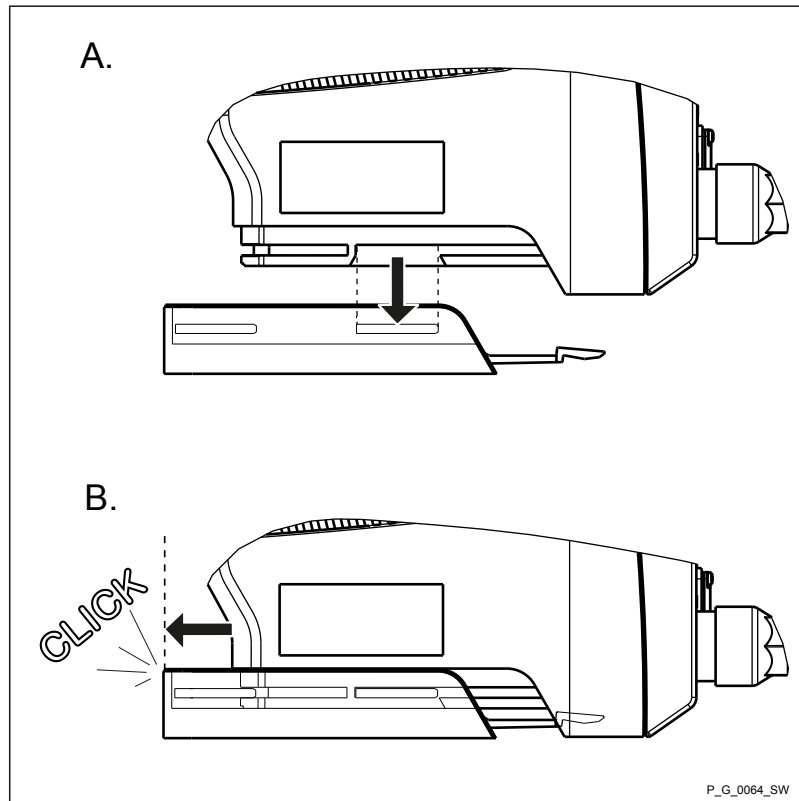

Abb. 9
3. ➔ Die Dosierpumpe mit dem Pumpenfuß in die Montageplatte einrasten - siehe weitere Informationen Abb. 9.